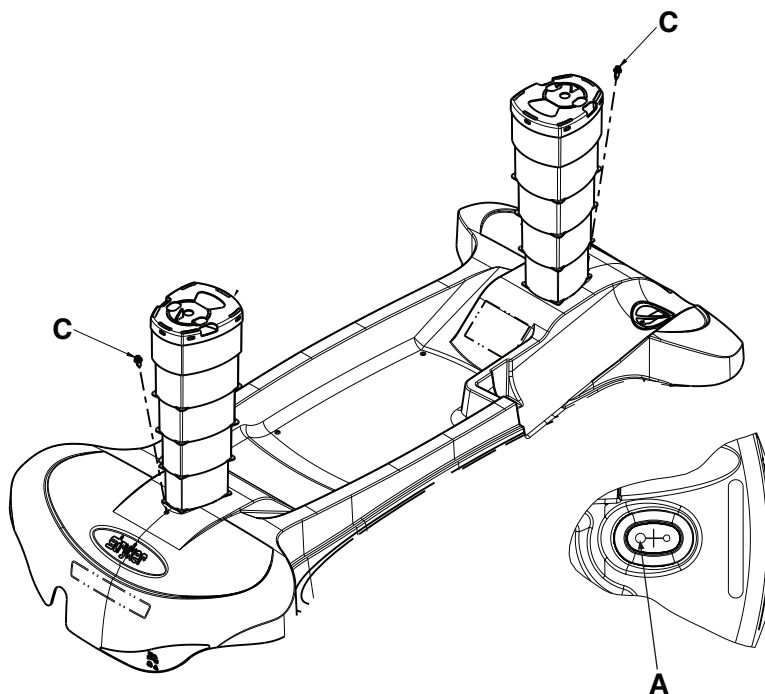

Figure 4 – Élever et abaisser le capot
4. À l'aide d'un tournevis cruciforme n° 2, retirer les ensembles ScruLok (C) qui fixent le capot au dispositif de retenue du capot à l'extérieur des vérins du côté tête et du côté pieds, le cas échéant (Figure 4).
5. À l'aide d'un tournevis cruciforme n° 2, retirer l'ensemble Sculok (A) qui fixe le capot au dispositif de retenue du capot aux deux extrémités du produit, sur le bord extérieur des vérins du côté tête et du côté pieds, le cas échéant (Figure 4). Retirer et jeter le capot.
8. Remplacer les soufflets (retirés à l'étape 6) par-dessus la tige de vérin aux deux extrémités du produit. Faire passer les soufflets par le trou dans le capot pour les fixer au capot. S'assurer que le grand orifice (A) est orienté vers le centre du capot aux deux extrémités.